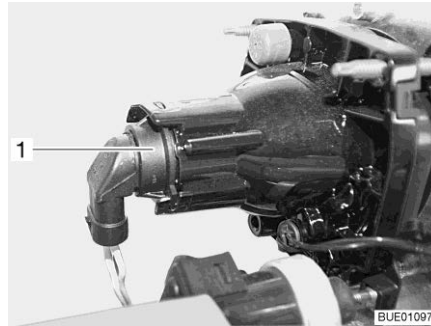

Fig. 289 Faro anabbagliante/abba-
- Afferrare dietro il supporto lampada (Fig. 289,1).